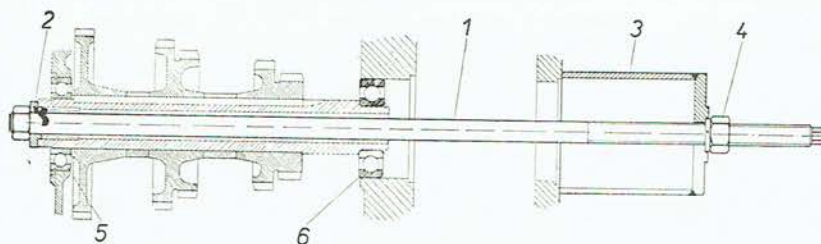

Abb. 128
3. Mit Hilfe eines Abziehers (Abb. 128) ist die Vorgelegewelle samt Lager 6210 (6208, 6310) abziehen. Vor dem Ansetzen der Abziehschraube (Abb. 128/1) ist unter den Schraubenkopf eine Stützunterlage (Abb. 128/2) aufzuschieben. Auf die andere Seite der Abziehschraube ist ein Distanzrohr aufzusetzen (Abb. 128/3) und die Mutter (Abb. 128/4) aufzuschrauben.
Durch Einschrauben der Mutter wird die Vorgelegewelle aus dem Lager 6209 N (6208 N, 6211 N — Abb. 128/5) herausgedrückt und das Lager 6210 (6208 N, 6211 N — Abb. 128/6) ist aus der dritten Innenwand des Getriebegehäuses samt der Vorgelegewelle herauszupressen.